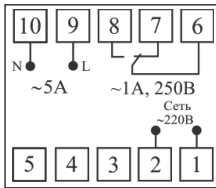

Рис. 5 – Клеммы подключения прибора.
2. Подключите питание к прибору с помощью клемм 1, 2 на задней панели прибора (см. рис. 5–7).